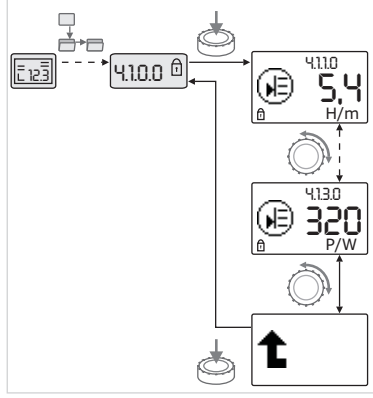

Fig. 39: Bilgileri görüntüleme
- Kumanda düğmesini döndürerek güncel alt menüdeki "Bilgi" tipi menü öğelerine gidebilirsiniz (bkz. Fig. 39). Sembollerle temsil edilen ayarların açıklamalarını 8.7 "Menü öğeleri referansı", sayfa 40 bölümündeki tabloda bulabilirsiniz.